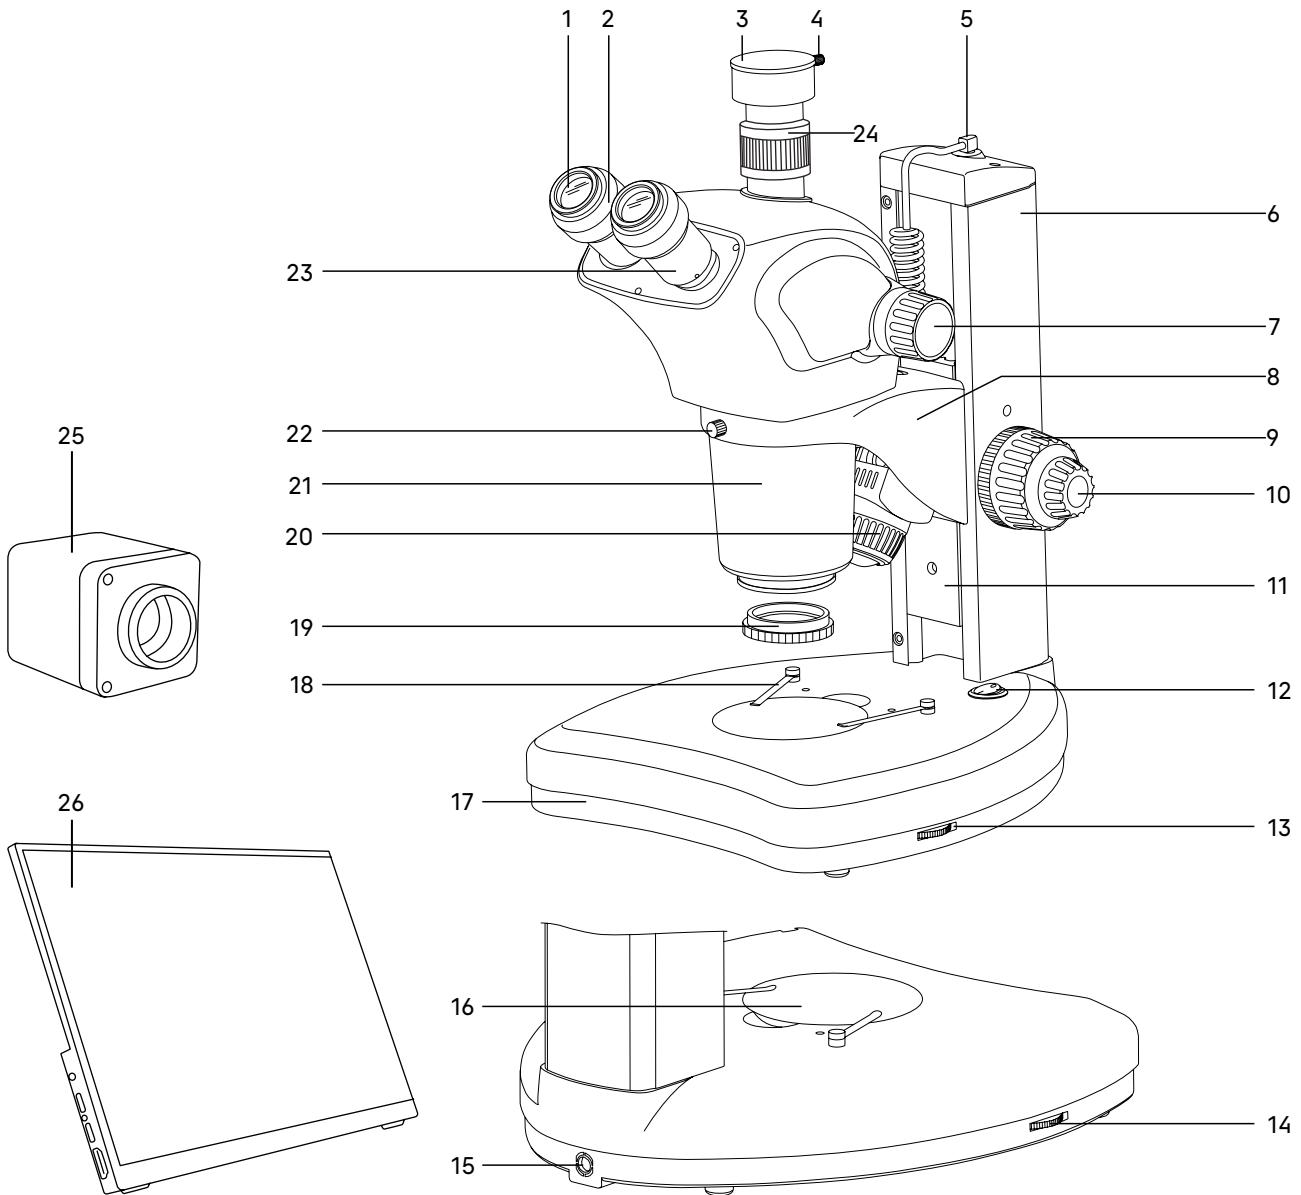

Рис. 1. Микроскоп MAGUS Stereo D9T LCD
Полный состав микроскопа указан в разделе 7 данного руководства по эксплуатации. Общий вид микроскопа представлен на рис. 1 и 2.
Общий вид микроскопа представлен на рис. 1.
Штатив микроскопа 6 (рис.1) закреплен на основании 17 (рис. 1). Штатив несъемный.
В штативе располагается механизм фокусировки 11 (рис. 1), на который крепится кронштейн 8 (рис. 1) для установки оптической головки. Наверху штатива гнездо для подключения шнура осветителя отраженного света 5 (рис. 1)
В основании 17 (рис. 1) расположен блок питания и источник проходящего света – светодиод. Матовая пластина 16 (рис. 1) обеспечивает рассеивание света и равномерное освещение всей плоскости исследуемого объекта. Выключатель 12 (рис. 1) служит для включения и выключения источника света.
Регулировка яркости осветителя отраженного света осуществляется диском 14 (рис. 1), проходящего света – диском 13 (рис. 1).
Основание так же выполняет функцию предметного столика. Объект исследования располагают на пластине 16 (рис. 1). Пластина устанавливается в гнездо основания. Диаметр пластины – 90 мм.
При необходимости объект можно закрепить на пластине двумя прижимами 18 (рис. 1).
Фокусировочный механизм 11 (рис. 1) перемещается в штативе 6 (рис. 1), обеспечивая фокусировку на объект в соответствии с высотой объекта и рабочим расстоянием объектива.
Кронштейн 8 (рис. 1) закреплен на фокусировочном механизме. Вертикальное эффективное движение составляет 83 мм.
В кронштейне устанавливается оптическая головка и закрепляется в кронштейне винтом 22 (рис. 1). Оптическую головку можно повернуть внутри кольца кронштейна и зафиксировать в любом удобном положении.
В окулярные тубусы визуальной насадки 23 (рис. 1) устанавливаются окуляры 1 (рис. 1). Тубусы разводятся в соответствии с глазной базой наблюдателя в пределах от 53 до 75 мм.
В вертикальный тубус 24 (рис. 1) корпуса визуальной насадки (канал визуализации) для фиксации камеры устанавливается переходник C-mount. Камера 25 служит для вывода изображения на экран компьютера или монитор/телевизор.
Трансфокаторный объектив 21 (рис. 1) имеет увеличение от 0,7 до 6,3 крат и позволяет в процессе наблюдения плавно изменять увеличение в 9 раз без потери качества и с сохранением большого рабочего расстояния – 110 мм.
Увеличение микроскопа изменяется при помощи вращения рукоятки 7 (рис. 1).
Окуляры с увеличением 10x имеют линейное поле зрения 22 мм (WF 10x/22). Каждый окуляр имеет диоптрийную подвижку 2 (рис. 1). Окулярные тубусы имеют надежную конструкцию крепления окуляров, которая исключает возможность случайного выпадения окуляров при перемещении микроскопа. Окуляры закрепляются в тубусах винтами.
Осветитель косого освещения **20** (рис. 1) зафиксирован в кронштейне. Штекер осветителя устанавливается в гнездо штатива **5** (рис. 1).
- Установите пластину **16** (рис. 1). При работе с прозрачными объектами выбирайте стеклянную пластину. При работе с непрозрачными объектами выбирайте черно-белую пластину. Для повышения контраста темные объекты исследуются на белой стороне пластины, светлые – на черной стороне.
- Установите прижимы **18** (рис. 1).
- Установите оптическую головку в кольцо кронштейна **8** (рис. 1). Закрепите оптическую головку винтом **22** (рис. 1). Не следует затягивать винт слишком сильно.
- Рукоятки регулировки освещенности объекта 13 и 14 (рис. 1) установите в минимальное положение.
- Подключите шнур питания в разъем 15 (рис. 1). Включите шнур в розетку электропитания.
Установите минимальное увеличение объектива 0,75х вращением рукоятки смены увеличения 7 (рис. 1).
Для компенсации аметропии глаз наблюдателя используйте диоптрийную подвижку окуляров. Изначально следует выставить диоптрийную подвижку на обоих окулярах на ноль, для этого вращением кольца 2 (рис. 1) совместить «0» с меткой «|».
Наблюдая в окуляр, установленный в правый окулярный тубус (при этом левый глаз закрыт), сфокусируйтесь на четкое изображение объекта. Наблюдая в окуляр, установленный в левый окулярный тубус (при этом правый глаз закрыт), и не трогая рукояток фокусировочного механизма, добейтесь резкого изображения объекта в левом окулярном тубусе вращением кольца 2 (рис. 1) диоптрийного механизма окуляра.